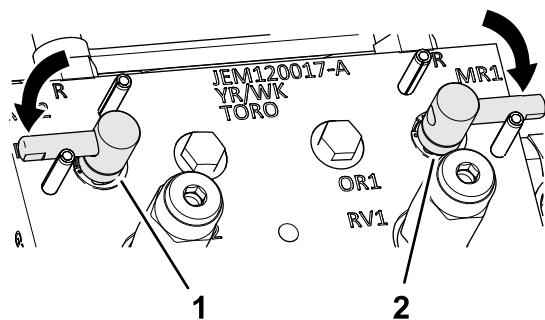

図 153
3. バックラップレバーをF刈り込み位置にセットする 図 153。